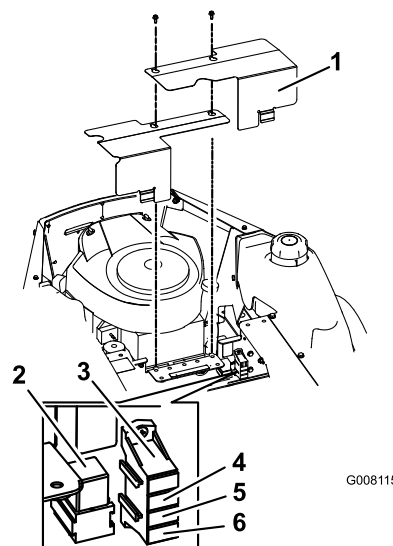

Figure 40
- Soulevez le siège pour accéder au porte-fusibles (Figure 40).
- Déposez les couvercles comme illustré à la Figure 40.